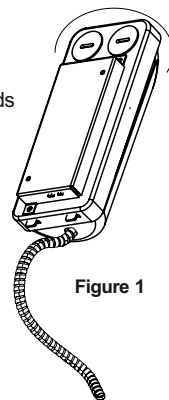
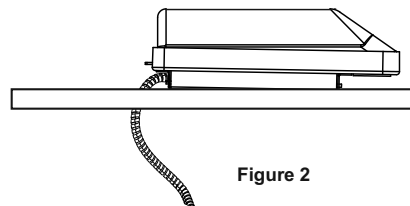

Figure 1
Figure 2
Étape 2. Insérez la boîte de jonction (contenant le conducteur) dans le plafond (Fig. 1). La figure 2 montre comment la boîte de jonction doit reposer au plafond lorsqu'il est complètement inséré.